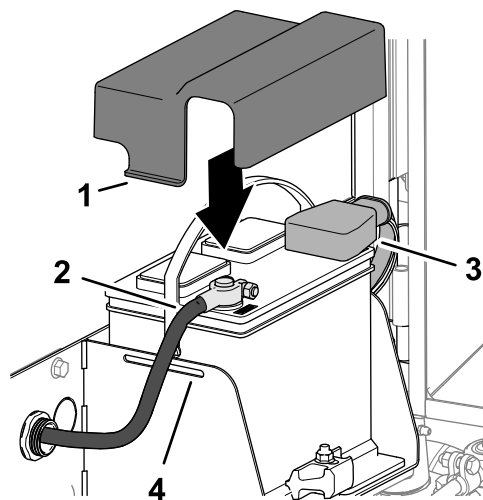

Figura 133
1. Montați cablul pozitiv al bateriei (rou) la borna pozitivă (+) a bateriei (Figura 133).